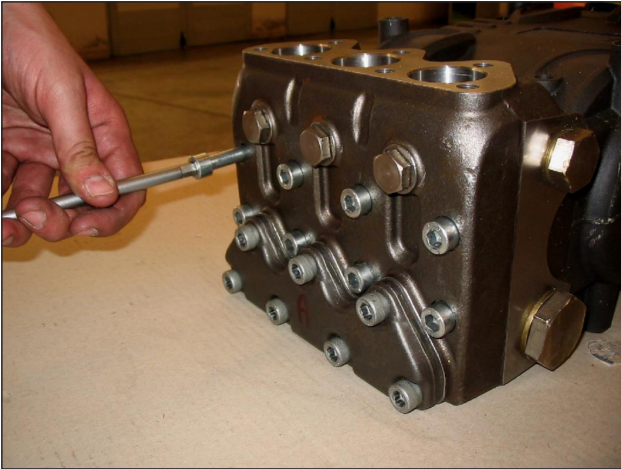

Abb. 20
- A) Lösen Sie die Befestigungsschrauben des Kopfs M10x110 gemäß Abb. 20.